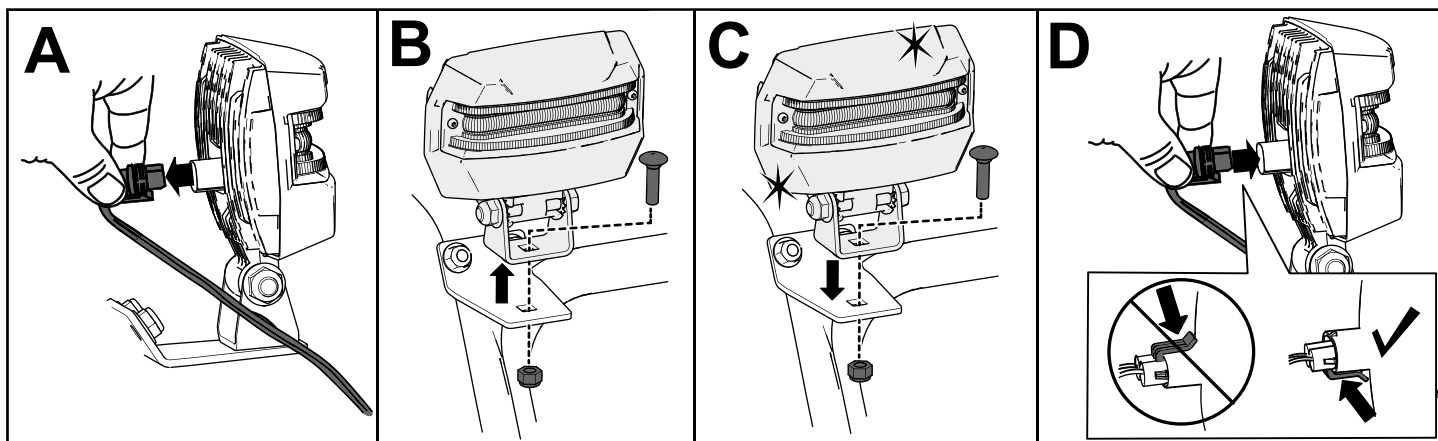

Figure 39
1. Débranchez le câble à l'arrière du phare (encadré A de la Figure 39).
2. Retirez le boulon et l'écrou qui maintiennent l'ensemble phare sur le support de phare, puis déposez l'ancien ensemble phare (encadré B de la Figure 39).
3. Fixez le nouvel ensemble phare sur le support de phare à l'aide du boulon et de l'écrou retirés précédemment (encadré C de la Figure 39).
4. Branchez le câble du phare directement à l'arrière du phare en l'enfonçant bien en place (encadré D de la Figure 39).